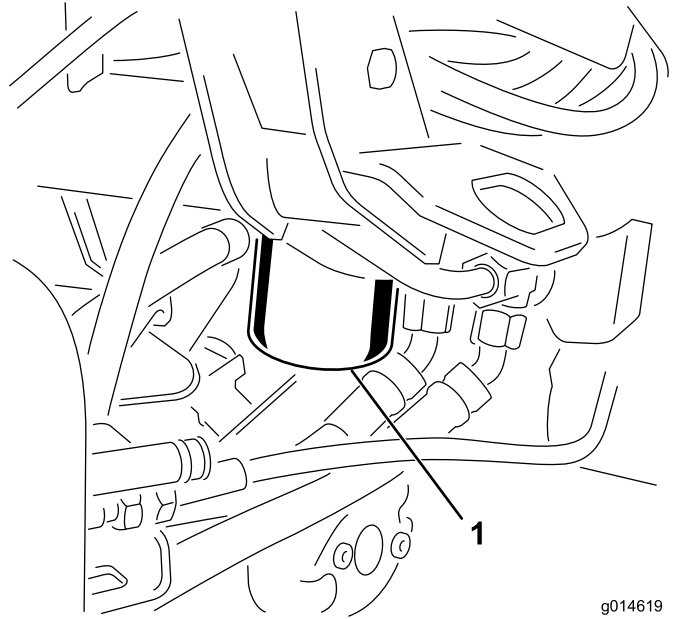

图50
1. 清洁过滤器安装区周围的区域（图50）。在过滤器下面放置一个放油盘并拆下过滤器。